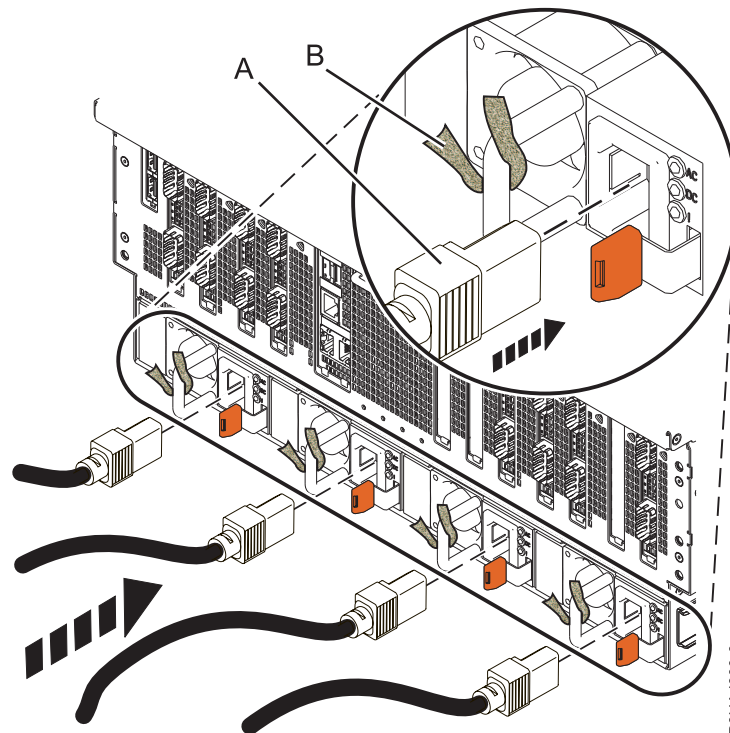

Figure 22. Branchement des cordons d'alimentation et fixation des câbles à l'aide d'attaches
- a. Branchez les cordons d'alimentation sur les blocs d'alimentation (A). Voir figure 22.
- c. Fixez le cordon d'alimentation et les câbles à l'aide des attache-câble ou des attaches velcro (B), comme illustré à la figure 22.